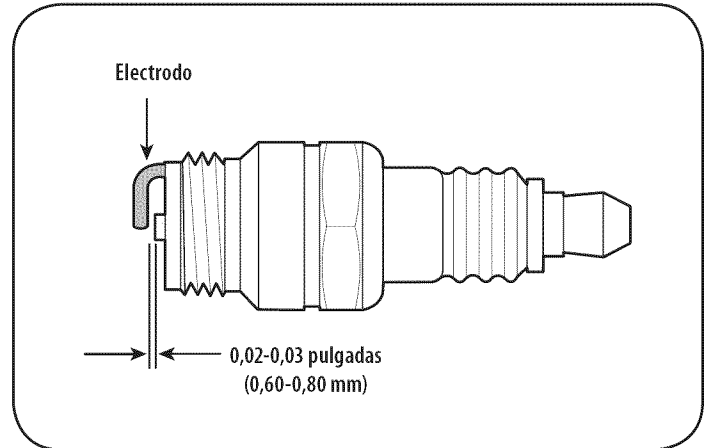

Figure 33
3. Mida la separación de bujía con un calibrador. Corrija de ser necesario torciendo el electrodo lateral. Vea la Figure 33. La separación debe establecerse entre 0,02 y 0,03 pulgadas (0,60-0,80 mm).